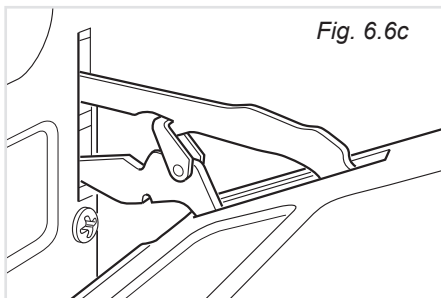

Fig. 6.6c
- Socchiudendo dolcemente la porta sganciare ed estrarre la baionetta inferiore delle cerniere dal loro alloggiamento (fig. 6.6c).